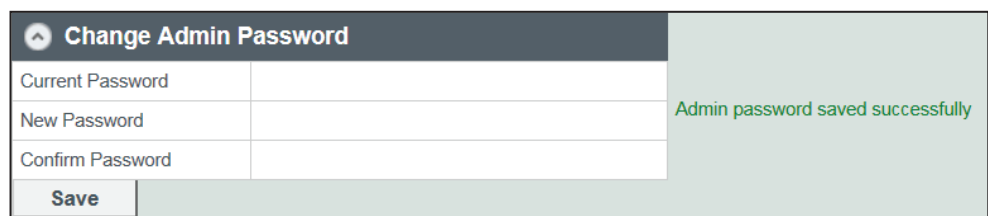

Figura 9. Hacer clic en el botón “Save”. Se mostrará un mensaje de confirmación.
PASO 5. Haga clic en el botón **Save (Guardar)** directamente bajo la sección “Change Admin Password”. Se abrirá un mensaje de que la contraseña ha sido guardada con éxito. Vea la Figura 9.